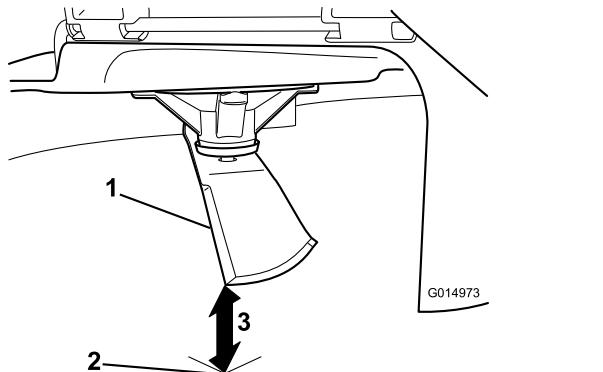

Figura 92
- Mida desde la punta de la cuchilla hasta la superficie plana (Figura 92).